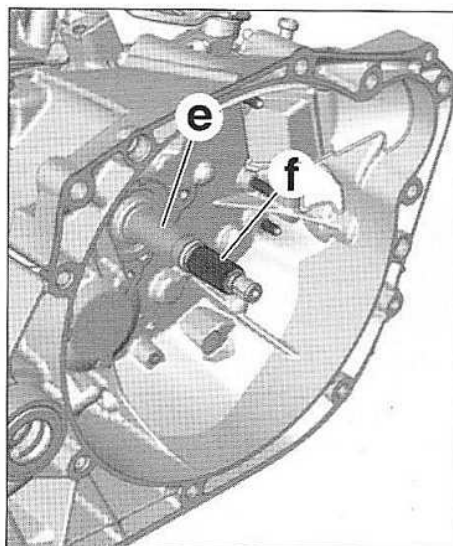

FIG.7
- Pulvériser légèrement de la graisse MOLYCOTE GRAPID PLUS (en aérosol) sur les cannelures de l'arbre primaire et sur le tube guide de butée d'embrayage en (e) et (f) (Fig.7).